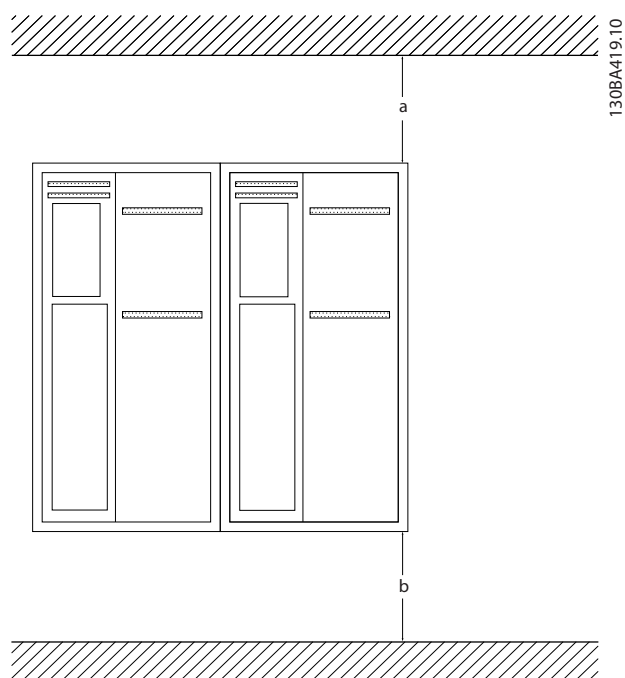

图 2.1 顶部和底部冷却间隙
- 顶部和底部须留出空气冷却间隙。间隙通常须达到 100–225 毫米（4–10 英寸）。有关间隙要求，请参阅 图 2.1